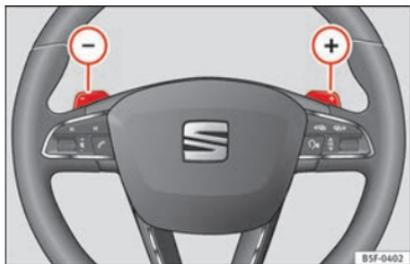

Fig. 203 Volant à deux commandes pour le Tiptronic.
- Dans le programme de conduite **D** ou **S**, actionnez les commandes au volant » **fig. 203**.
- Tirez sur la commande droite **+** » **fig. 203** vers le volant pour passer au régime supérieur.
- Tirez sur la commande gauche **-** » **fig. 203** vers le volant pour rétrograder.
- **OU** : rétrogradez avec les commandes au volant » **fig. 203** » **page 211**.